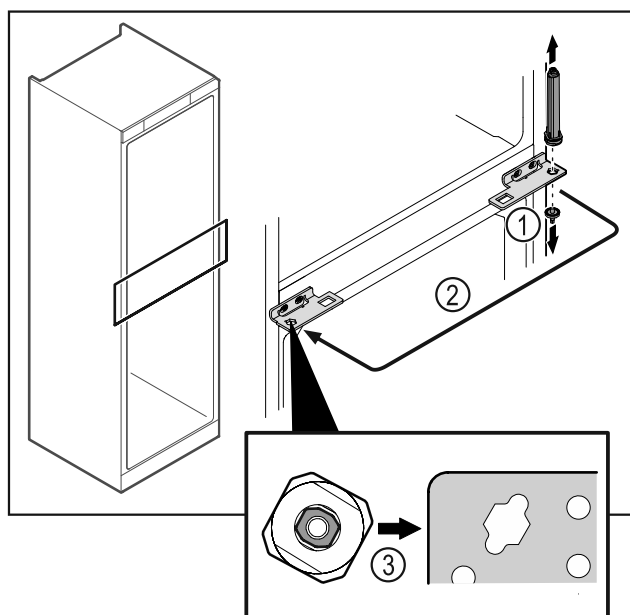

Fig. 44
- ▶ Deșurubați bolțul balamalei Fig. 44 (1).
- ▶ Mutați sistemul de închidere al ușii Fig. 44 (2).
- ▶ La utilizare aveți în vedere alinierea corectă a sistemului de închidere a ușii Fig. 44 (3).